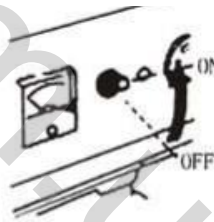

Рис. 62
10.2.2 Перевірте, чи стоїть перемикач змінного струму у позиції "ON" (Рис. 62).